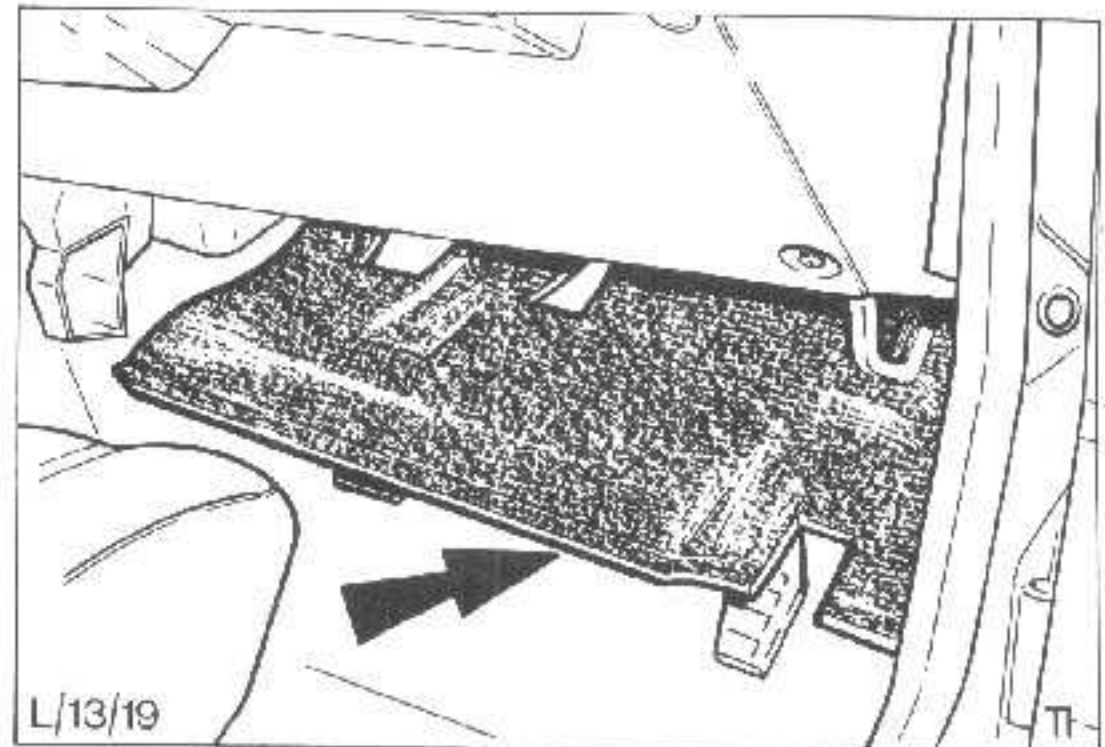

Abb.80 Untere Instrumententafelabdeckung - Fahrerseite (Rechtslenker gezeigt)
29. Beide unteren Instrumententafelabdeckungen befestigen, Abb.80.